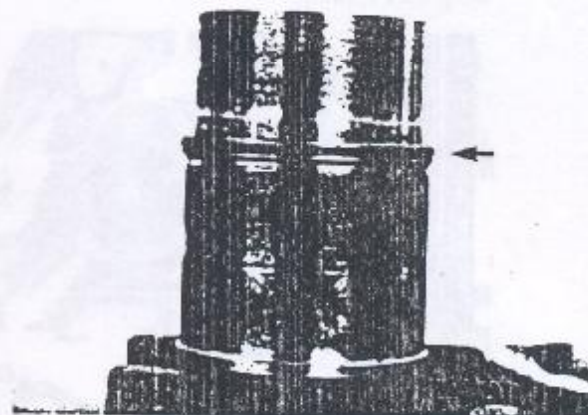

Figura 1.05.3 - Anel de vedação
4. Instalar o anel de vedação da camisa (Figura 1.05.3) e instalar a camisa no cilindro.